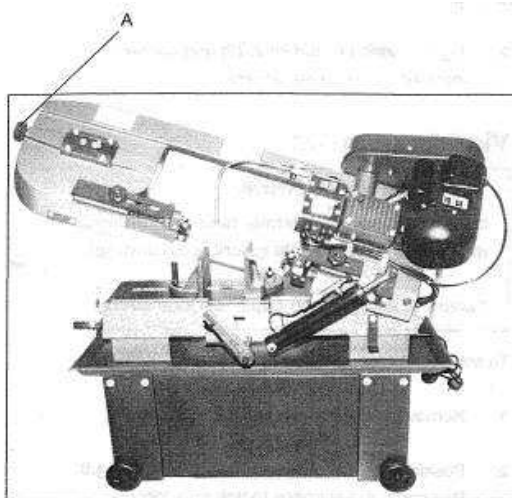

Fig.9
3. Tournez le bouton de tension de la lame (A, fig. 9) d'un tour trois quart à deux tours